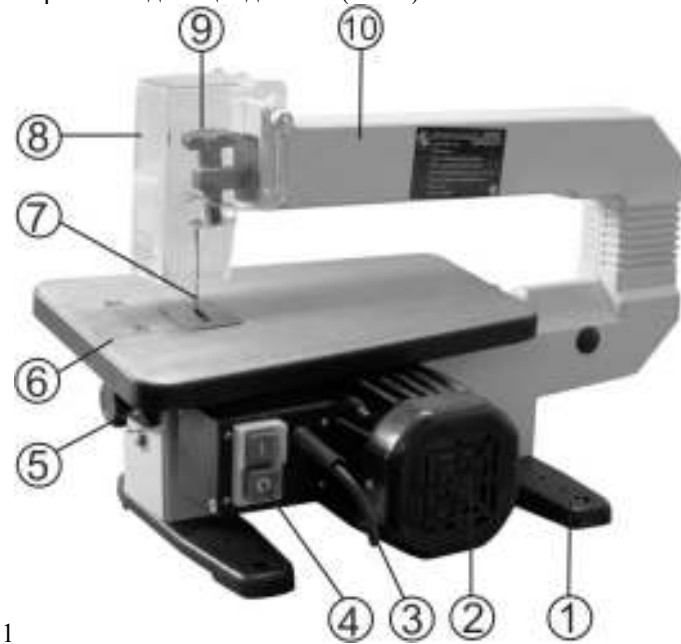

Рис.1
6.1. Лобзик состоит из следующих сборочных единиц и деталей (Рис.1):
- 8.2. Закрепите при помощи болта с гайкой ограждение пильного полотна (8) на раме (10), Рис.1.
**ВНИМАНИЕ!** Никогда не поднимайте лобзик за раму (10), Рис.1, в противном случае поломка неизбежна.